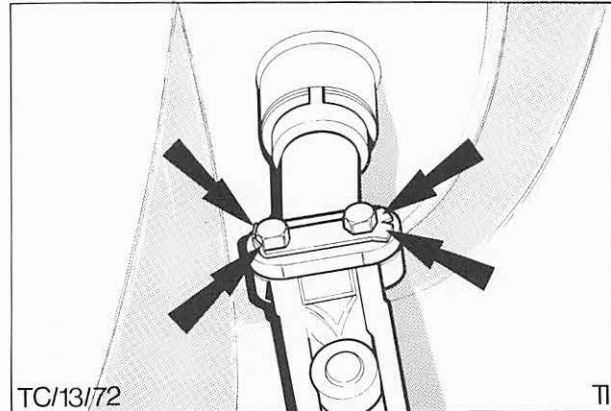

Abb. 33 Oberes Gelenk der Verbindungswelle – Lenkspindel
19. Verbindungswelle an Lenkspindel lose anbringen. Klemmschrauben erst mit vorgeschriebenem Drehmoment festziehen, wenn das Fahrzeug auf den Rädern ruht. Schrauben sichern, dabei neues Sicherungsblech verwenden. Abb. 33.